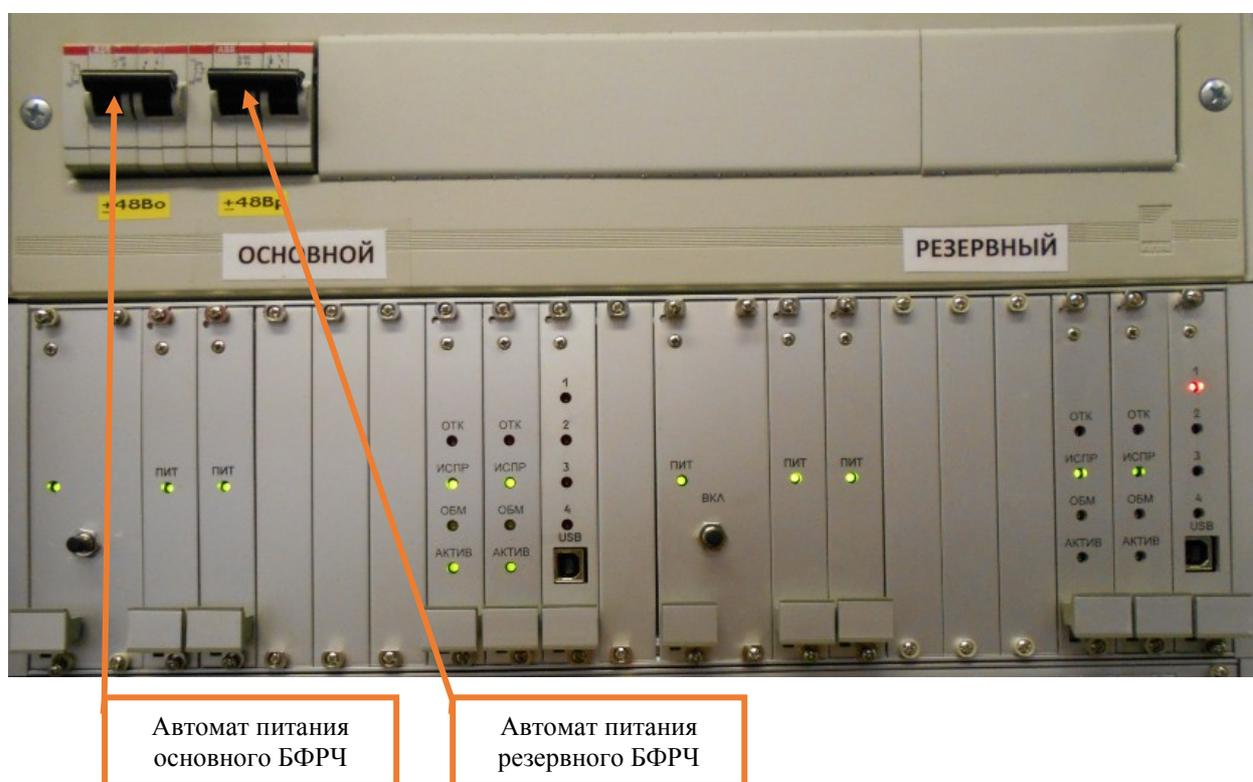

Рисунок 12. Отключение автомата питания.
7.6.3 Отключить автомат, осуществляющий подачу питания на один из полукомплектов блока формирования рельсовых частот (БФРЧ), в который входит заменяемая плата ПБО (Рисунок 12).
7.6.7 Включить автомат, осуществляющий подачу питания на один из полукомплектов блока формирования рельсовых частот (БФРЧ), в котором была заменена плата ПБО (Рисунок 12).